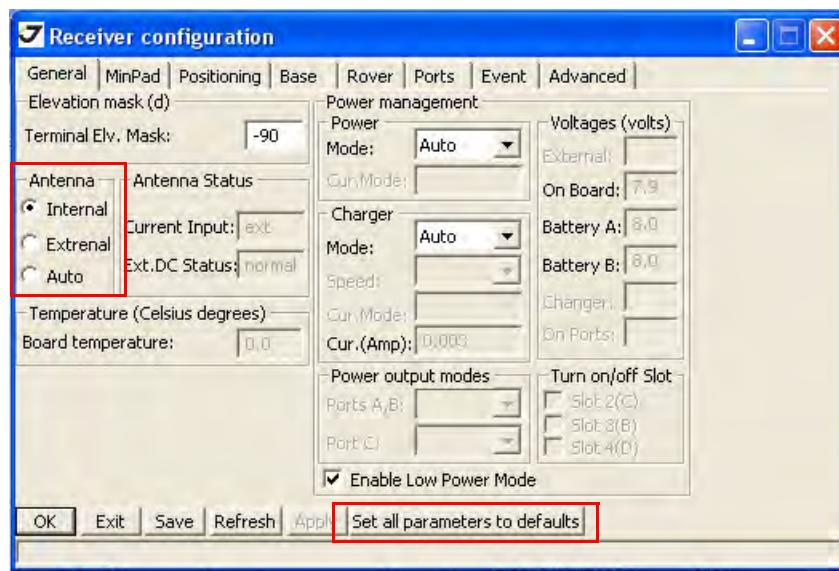

Рисунок 36. Set all parameters to defaults
- В закладке *General* нажмите кнопку *Set all parameters to defaults* и установите параметр *Antenna* в значение *External*, если используется внешняя антенна (Рис. 36).